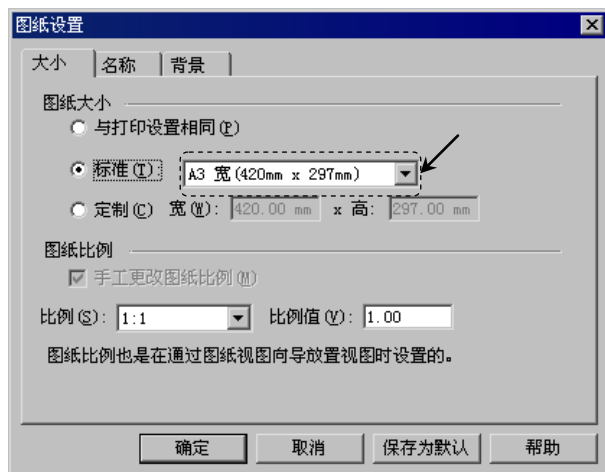

图 4.7.2 “图纸设置”对话框
(2) 在“图纸设置”对话框中选择 **大小** 选项卡，然后设置如图 4.7.2 所示的参数；选择 **背景** 选项卡，在 **背景图纸 (B)** 的下拉列表中选择 **A3** 选项，并选中其下面的 ☒ **显示背景 (S)** 复选框，设置完成后单击 **确定** 按钮，完成图纸大小的设置。